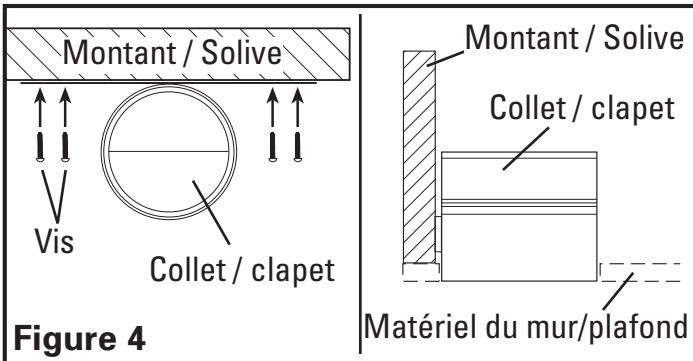

Figure 4
1. Installez le collet / clapet dans l'emplacement choisi en fixant les vis à bois de 25,40 mm incluses, dans la courroie de montage. La hauteur de l'installation est déterminée par l'épaisseur finale du matériel du mur ou du plafond. Assurez-vous que le bord du collet / clapet soit au même niveau que le matériel du mur ou du plafond final (**Figure 4**).
- Placez le collet / clapet dans l'ouverture découpée de sorte qu'il soit à effleurement du plafond final et fixez-le à la solive / au montant en insérant les vis à bois de 25,40 mm incluses, au travers de la courroie de montage (**Figure 4**).